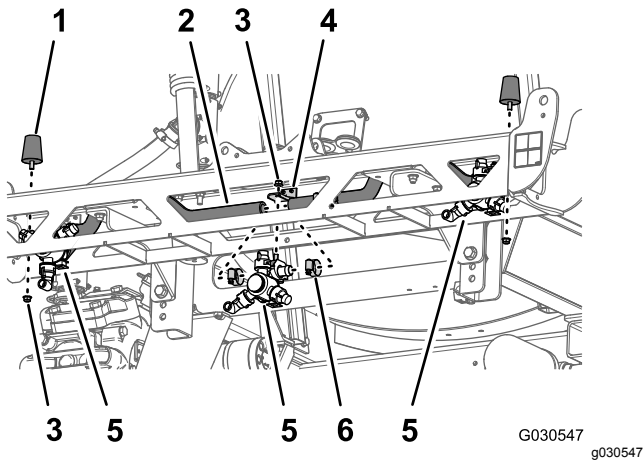

图 78
4. 拧下在中央喷洒臂段框架两端固定左右缓冲器的凸缘锁紧螺母 5/16 英寸图 78。
- 取下将 3 个喷嘴固定至软管内径 ¾ 英寸的 4 个软管夹图 78。
- 拧下将 3 个喷嘴固定至中央喷洒臂段喷嘴固定架的凸缘锁紧螺母 5/16 英寸然后取下喷嘴图 78。